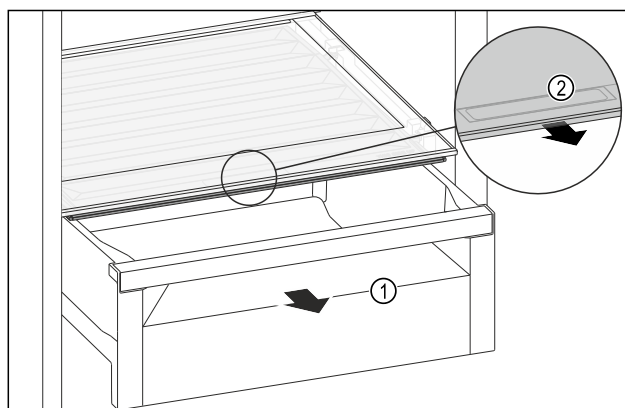

Fig. 108
- Extraer el compartimento Fig. 108 (1).
- Agarrar el tirador empotrado Fig. 108 (2) en la tapa del compartimento y tirar de la tapa del compartimento hacia delante al mismo tiempo.